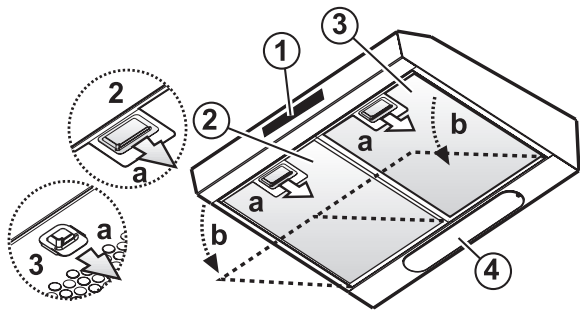

Fig. 1
2. Öppna fläktgallret eller ta ut det självbärande fettfiltret (beroende på vilken modell du har). **Fig. 1 (a-b).**
2. Öppna fläktgallret eller ta ut det självbärande fettfiltret (fettfiltret skall omedelbart rengöras). **Fig. 1 (a-b).**